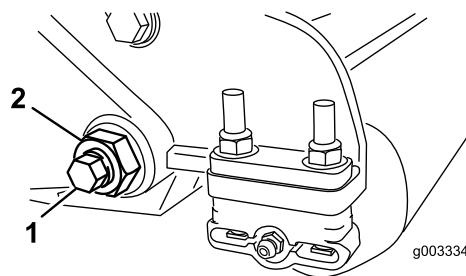

Figura 30
3. Desaperte a porca de bloqueio que segura a cavilha da barra de apoio, em cada um dos lados da máquina (Figura 30).
4. Remova cada uma das cavilhas da barra de apoio, de modo permitir puxá-la e retirá-la da máquina (Figura 30).